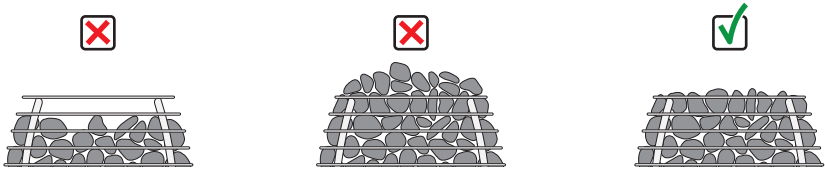

Abbildung 14. Stapeln der Saunasteine
- Legen Sie die Steine auf gleiche Höhe mit der obersten Rippe des Steinkorbes (**Abbildung 14**).